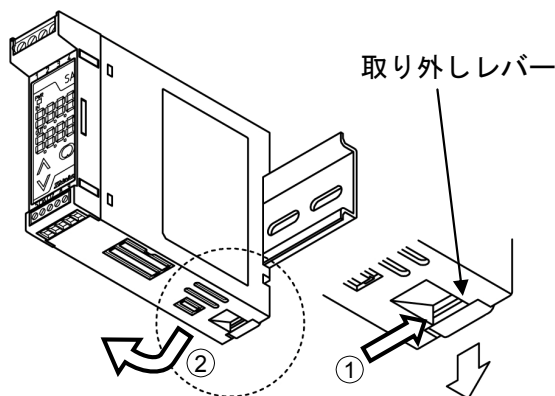

図 3.2-2
本器の下部にある取り外しレバーにマイナスドライバーを差込み(①)、取り外しレバーを下げながら DIN レールから取り外してください(②)。(図 3.2-2)